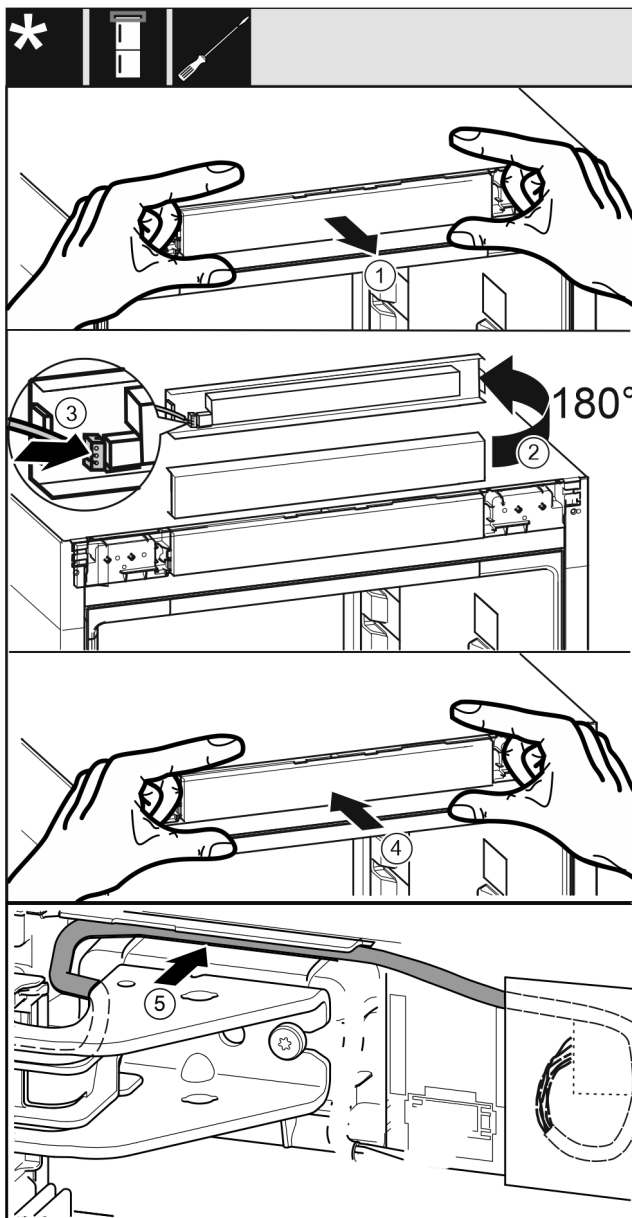

Fig. 43
- ▶ Extrageți cu precauție masca de operare. Fig. 43 (1)
- ▶ Rotiți masca cu 180° în sus. Fig. 43 (2)
- ▶ Fixați în poziție fișa la masca piesei de operare. Fig. 43 (3)
- ▶ Fixați din nou în poziție masca de operare la aparat. Fig. 43 (4)
- ▶ Pozați cu precauție cablul gri în ghidaj deasupra suportului superior de lagăr. Fig. 43 (5)